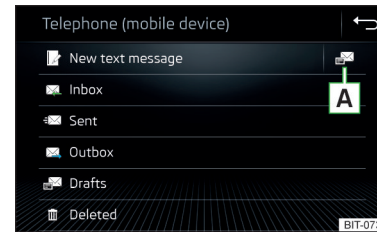

Abb. 193
- › Im Hauptmenü *Telefon* die Funktionsfläche  antippen, es wird das Hauptmenü für Textmitteilungen angezeigt » Abb. 193.
- » **Abb. 193 auf Seite 172.**